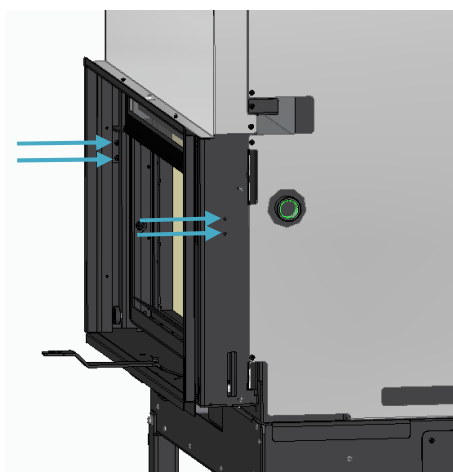

Figura 15
I) Nos modelos com porta de movimento vertical, remover os dois parafusos que fixam os suportes que bloqueiam o movimento da porta de cada lado a partir do interior, assinalados na Figura 15;